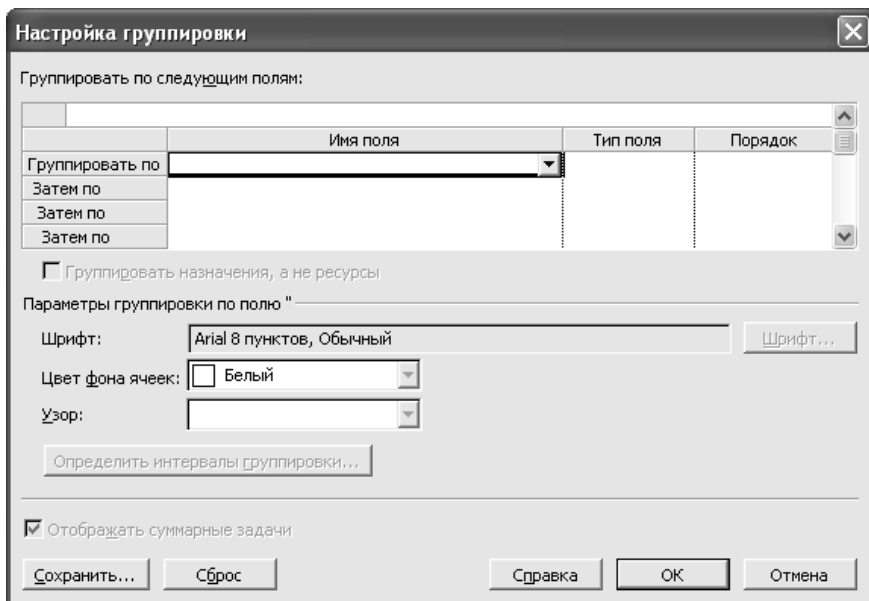

Рис. 21. Налаштування груп ресурсів
2. У меню **Проект** вкажіть на **Угрупування**, а потім вкажіть **Настройка угрупування** (рис. 21).